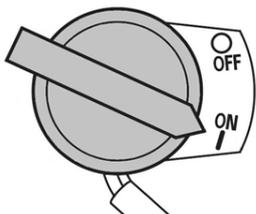

Рис. 16 Выключатель зажигания
5. Выключатель зажигания переведите в положение «ON» (ВКЛЮЧЕНО) (Рис. 16).
При возникновении аварийной ситуации, для экстренной остановки двигателя мотопомпы переведите выключатель зажигания двигателя в положение «OFF» (ВЫКЛЮЧЕНО) (Рис. 16).
3. Переведите выключатель зажигания двигателя в положение «OFF» (ВЫКЛЮЧЕНО) (Рис. 16).